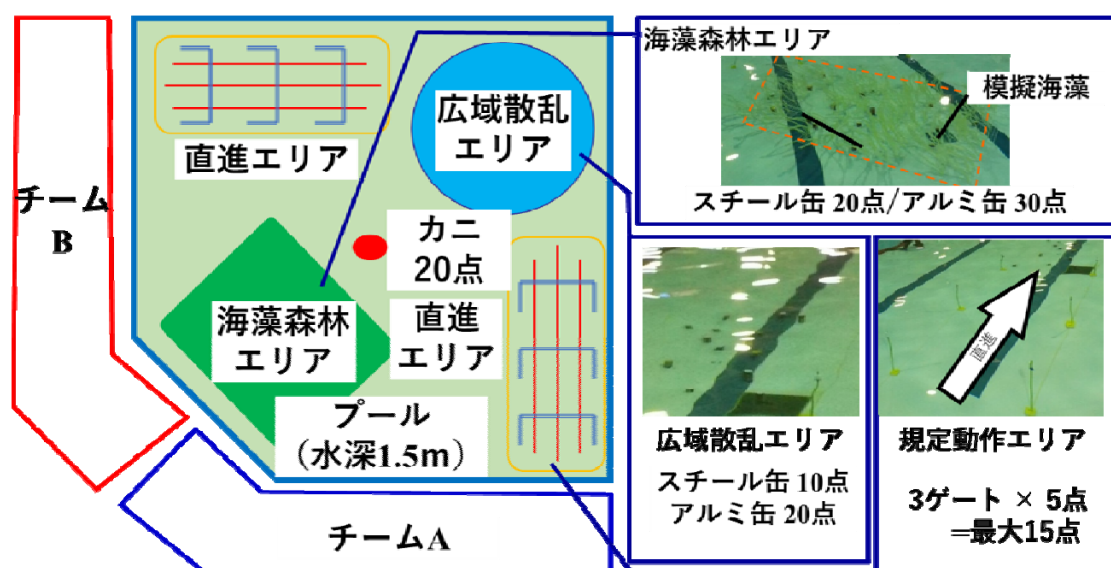

図 7-4 コース概略図
- ・ コースは図 7-4 に示す規定動作・広域回収・海藻森林の 3 エリアで構成されます